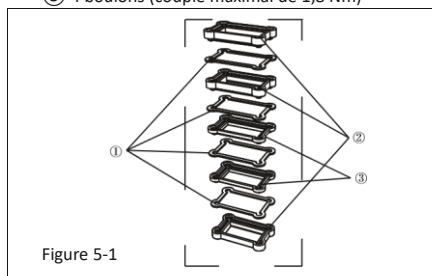

Figure 5-1
5. Avant d'installer le conduit d'air de l'unité intérieure, Assemblez la mousse en fonction de l'épaisseur du toit du véhicule. Utilisez une quantité appropriée de mousse de polystyrène et de mousse souple. Remarque : L'épaisseur de la mousse ne doit pas dépasser de plus de 1 ou 2 mm celle du toit. Collez l'assemblage de mousse de polystyrène avec du ruban adhésif double face (préparé par l'utilisateur). (Voir fig. 5-1, 5-2).